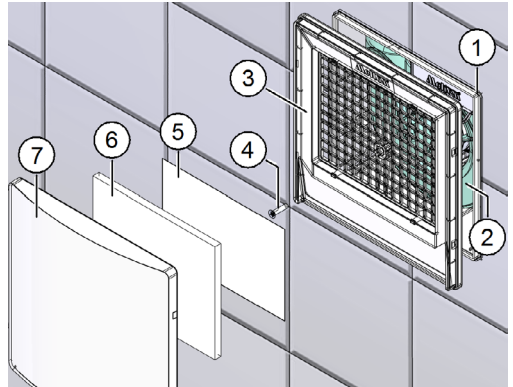

Abb. 8: Filterträger, ggf. Reguliervlies, Filter und Ansaugdeckel aufsetzen
- ▶ Setzen Sie den Filterträger (Pos. 3 in Abb. 8) auf das Gehäuse (Pos. 1 in Abb. 8) auf.
- ▶ Befestigen Sie den Filterträger mit der M6-Senkkopfschraube (Pos. 4 in Abb. 8) am Lüftermotor (Pos. 2 in Abb. 8):
- ▶ Legen Sie bei Lüften mit einer Luftleistung von 60 m3/h mit seitlichem Ausblas das mitgelieferte Reguliervlies (Pos. 5 in Abb. 8) in die Vertiefung des Filterträgers. Das Reguliervlies soll auf der Unterkante der Vertiefung aufliegen.
- ▶ Legen Sie den Filter (Pos. 6 in Abb. 8) in die Vertiefung des Filterträgers.
- ▶ Setzen Sie den Ansaugdeckel (Pos. 7 in Abb. 8) auf den Filterträger auf und drücken Sie ihn an.